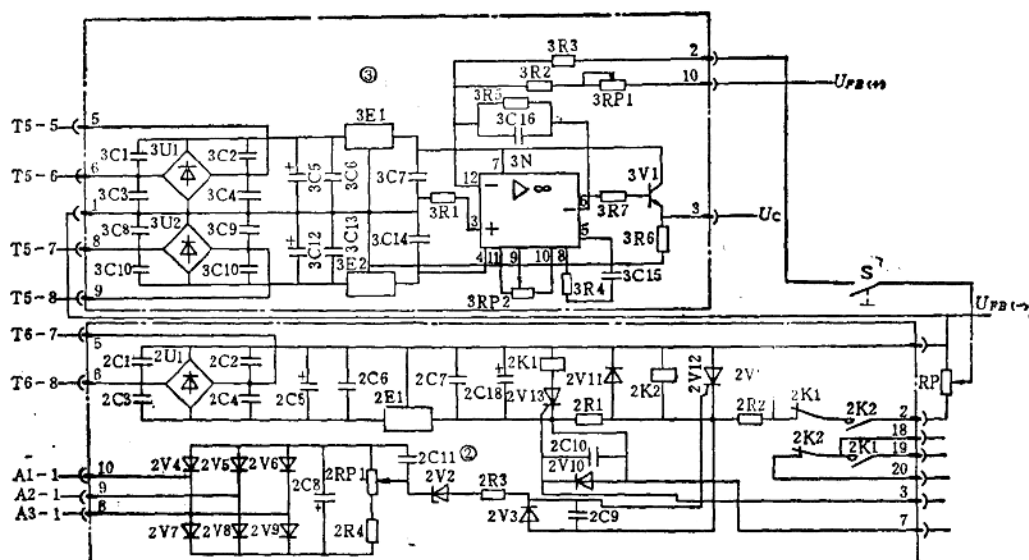

图15-3-2 给定保护板和阳极稳压板电气原理图
3) 阳极稳压 阳极稳压板原理如图15-3-2上半部分所示。此板在小盒中编号为3，为简便起见，下面的叙述中省略了元件前面的数字3。这块板的核心元件是运算放大器N，它是用来实现信号组合和运算的放大器。“12”是反相输入端，“3”是同相输入端，“7”、“4”是正、负工作电源的输入端，“6”是输出端。整流硅桥U1、U2进行单相桥式整流，整流后的直流电压经稳压块E1和E2稳压后作为运算放大器N的工作电源。反馈电压 U_{FB} 和给定电压 U_g' （图15-3-2中电位器RP上端至中点的电压）及N的负反馈电压分别经输入电阻R2和RP1、R3、R5加到N的输入端“12”。运算放大器的输出 U_g' 经射极输出器（由V1、R6组成）输出，即是触发器的移相控制电压 U_{α} 。运算放大器的输出 U_g' 为 U_{FB} 和 U_g' 的组合，即